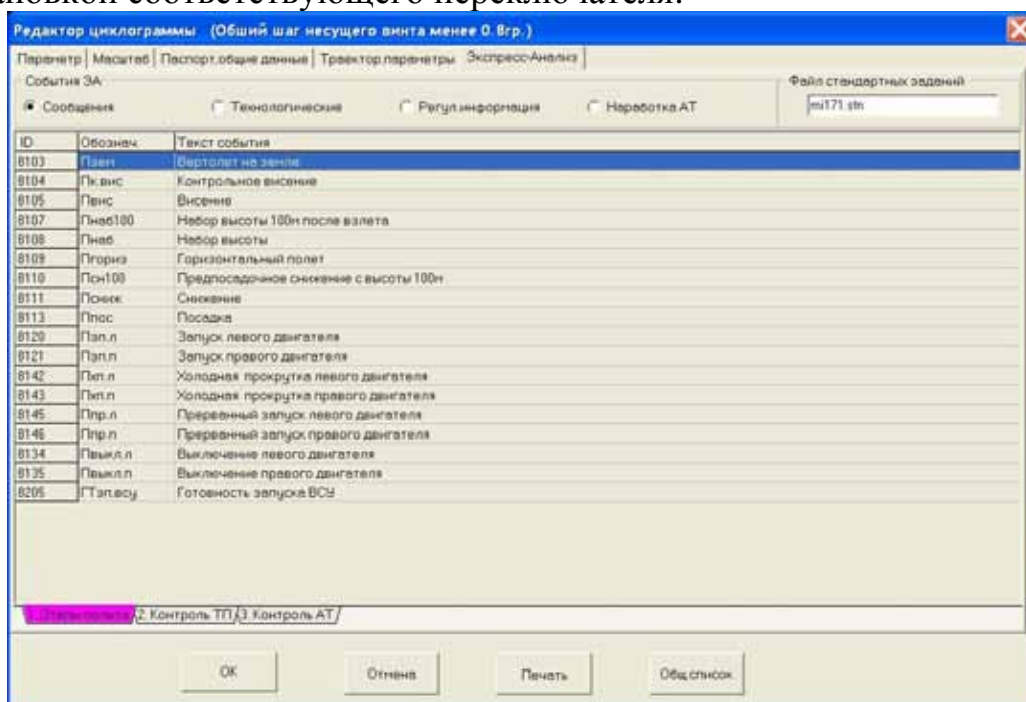
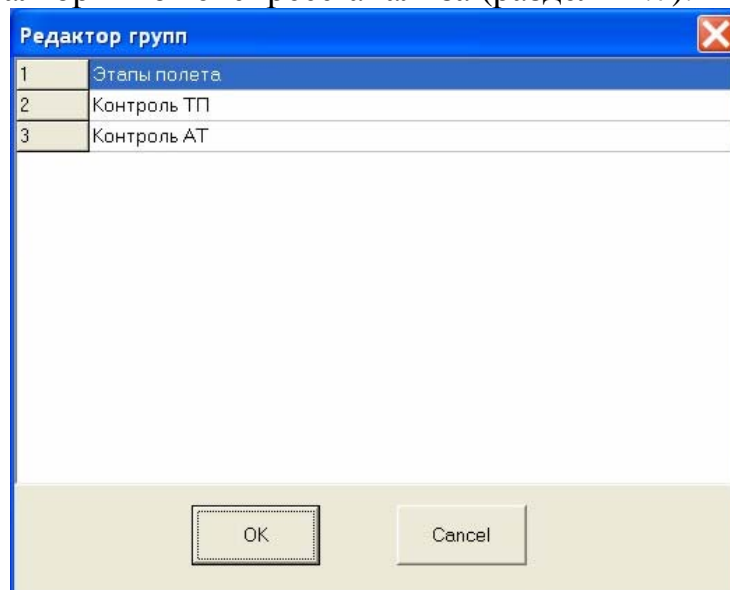
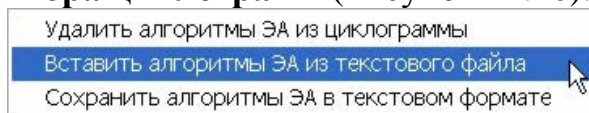

Рисунок 12.20
Рисунок 12.21
Рисунок 12.22
**циклограмм** (Рисунок 12.20). Выбор страницы осуществляется установкой соответствующего переключателя.
Если выбран тип события **Сообщение**, то пользователь может дополнительно поместить данное событие на одну из имеющихся страниц. Количество и тип страниц определяется разработчиком алгоритмов, либо вручную, в окне **Редактор групп** (Рисунок 12.21), появляющемся после щелчка правой кнопкой мыши на названии любой из страниц в нижней части закладки **Экспресс-анализ** окна **Редактор циклограмм** (Рисунок 12.20), либо добавлением соответствующих строк в файл алгоритмов экспресс-анализа (раздел 12.7).
Данные операции выполняются после выбора соответствующего пункта всплывающего меню (Рисунок 12.22), появляющегося после щелчка правой кнопкой мыши на основном поле закладки **Экспресс-анализ** окна **Редактора циклограмм** (Рисунок 12.20).
Первая строка содержит название и номер версии программы, для которой сделан данный файл, а также имя файла стандартных заданий, который должен находиться в корневой директории **WinArm32™**. Перечень стандартных заданий из данного файла используется для подтверждения событий экспресс-анализа (подробнее смотри раздел 12.4). Далее следуют названия страниц для типа **Сообщение**, выбранного на закладке **Экспресс-анализ** окна **Редактора циклограмм** (Рисунок 12.20). Каждой странице соответствуют две строки в файле алгоритмов, содержащие названия данной страницы на русском и английском языках. Завершается заголовок строкой, содержащей знак «-» (минус) в первой позиции.